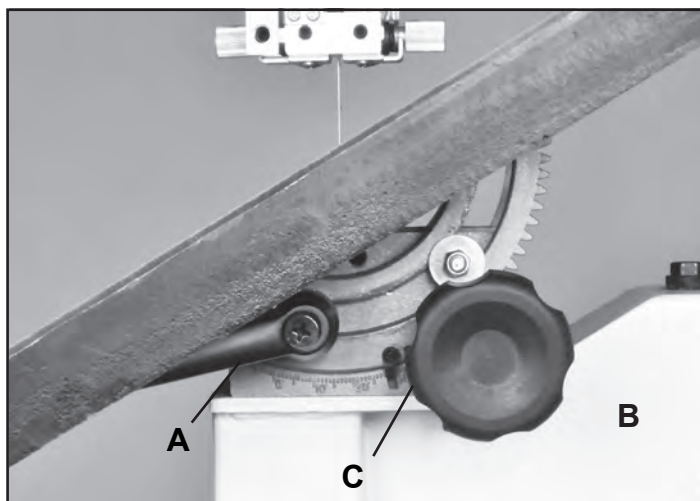

FIGURE 11
1. À l'arrière de la scie, desserrez la poignée de verrouillage (# 27B) du tourillon de la table en la tournant dans le sens contraire des aiguilles d'une montre. Fig.11, A.
2. Tourner la table Basculement Bouton (# 30B) pour régler la table à l'angle souhaité. Fig. 11, B. Utiliser l'échelle de l'indicateur d'angle qui est coulé dans le support de tourillon d'appui (# 17B, C) pour fi e l'angle désiré.